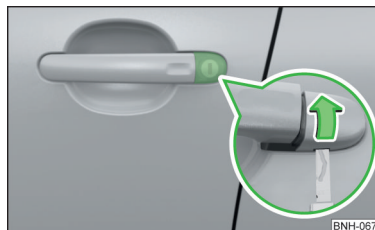

Fig. 185
- > Introducir la llave en el rebaje en la parte inferior de la tapa y abrir la tapa en el sentido de la flecha » fig. 185.